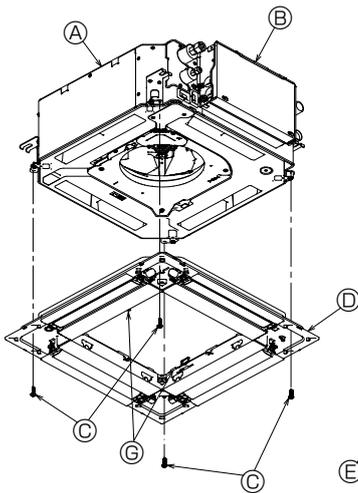

Fig. 10-6
• Зафиксируйте решетку, затянув четыре винта. (Fig. 10-6)